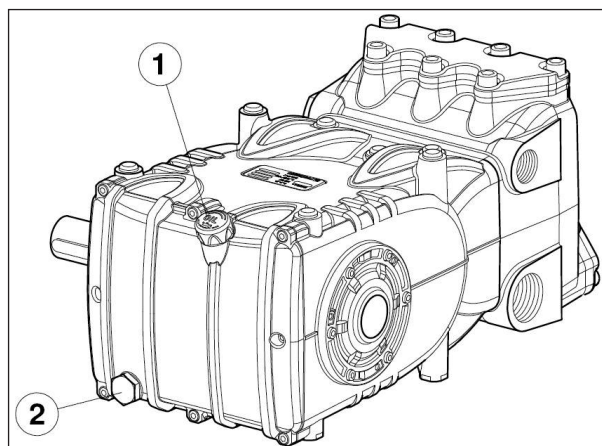

图 3
通过油位尺 ①，图 3。
正确的油位检查必须在泵处于室温时进行，换油必须在泵处于工作温度时进行，首先拆除油位杆（位置①），随后拆除塞子（位置②，图 3）。
使用温度探针插入到排油塞内，位置见②图3。